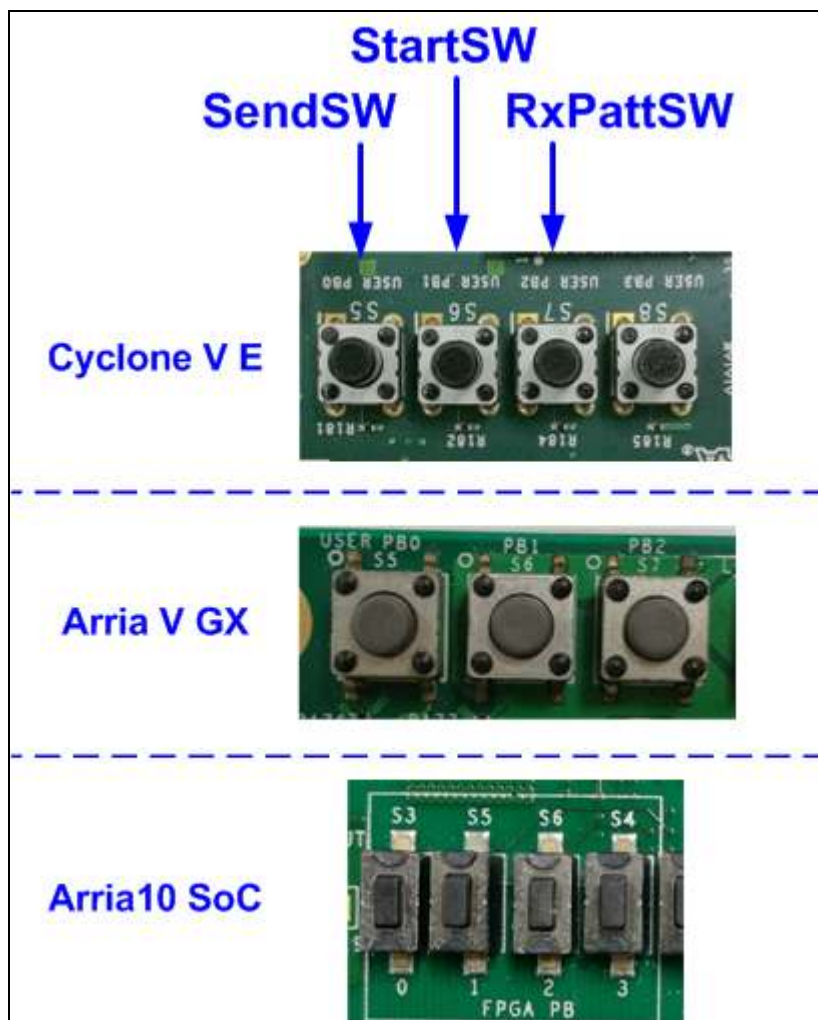
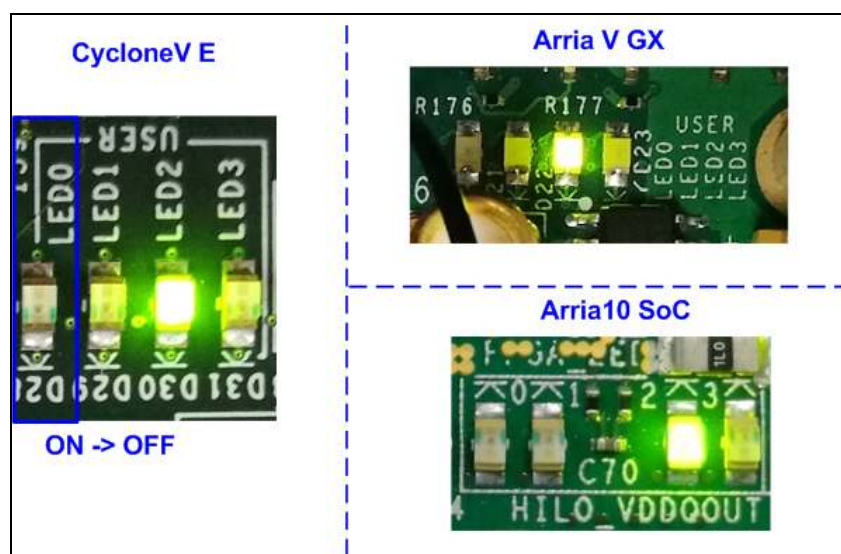

図 2-3: 本デモで使用する押しボタン
図 4-3: StartSW 押下後の IP コア初期化による LED0 の状態
本デモでは図 2-3 に示すように、ユーザ PB0-PB2 の 3 つの押しボタンを使います。これらのボタンは IP コアの初期化開始、データ送信、ベリファイ用パターンのリセットとして使います。より詳細については以下を参照してください。
- 図 2-3 に示す StartSW(PB0)を押下し IP コアの初期化を開始します。LED0 はコア初期化が完了すると図 4-3 に示すように ON から OFF へと消灯します。